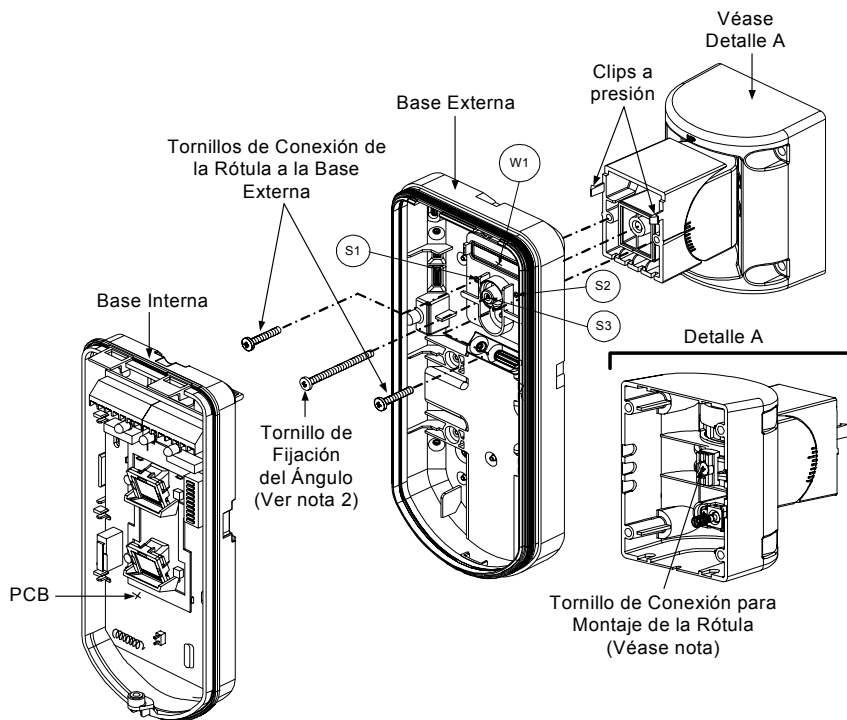

Figura 8
8. Fije la base externa a la rótula mediante los clips para tal fin (Figura 8).
9. Fije la base externa a la rótula con 2 tornillos sujetos a los agujeros pre-marcados S1 y S2 (Figura 8).
10. Inserte el tornillo de fijación del ángulo provisto desde la base externa a través del agujero pre-marcado del tornillo de fijación del ángulo S3 en la base externa a la rótula estándar (Figura 8).
Cuando las marcas en las dos partes móviles están alineadas (Figura 8), la Rótula Estándar está en la posición vertical / horizontal de 0°. Cada "clic" a partir de esta posición representa una alternación de 5° en la posición vertical / horizontal.